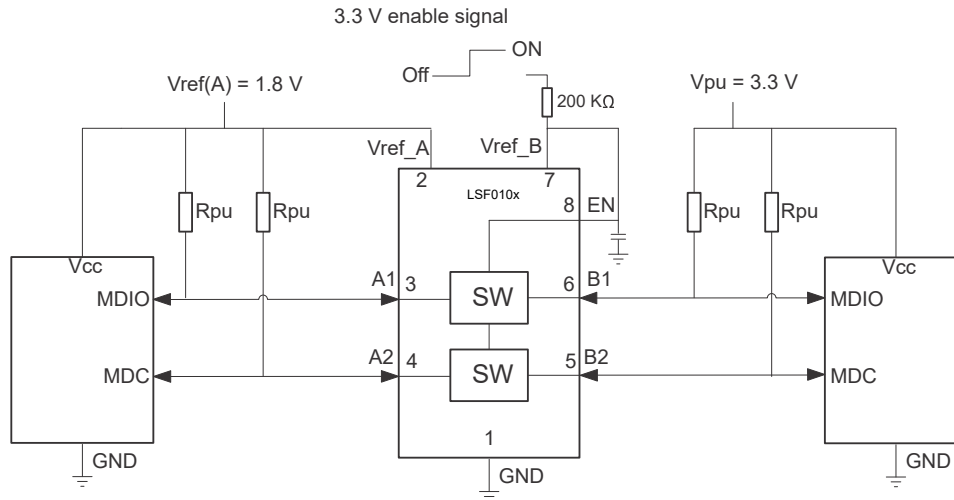

图 9-1. 用于开漏转换的典型应用电路 (以 MDIO 为例)
- V_{CCB}/V_{CCA} 与 V_{ref_B} 或 V_{ref_A} 不同： V_{CCB} 是指提供给 LSF 器件的 B 侧电源电压，而 V_{ref_B} 是指 200k 电阻器另一侧的 V_{ref_B} 引脚（图 9-1 的引脚 7）处的电压。